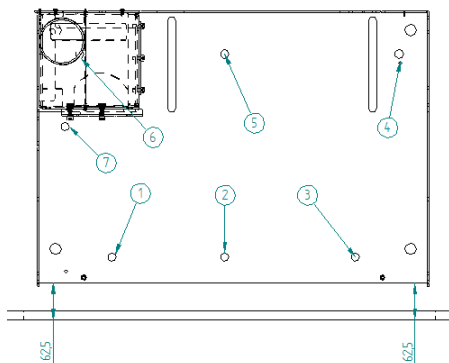

Figura 6 – Colocación equipo
- Como se puede ver en la Figura 6 ha de dejar una distancia de 62,5 mm desde la base, al frontal de la pared. Asegurando que queden perfectamente paralelas.